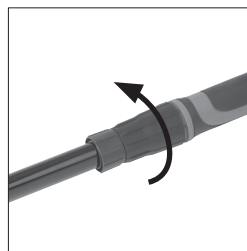

Fig. 5
- Apriete la tuerca del manguito para asegurar el tubo de extensión y la virola en sus posiciones de uso. **(Fig. 5)**